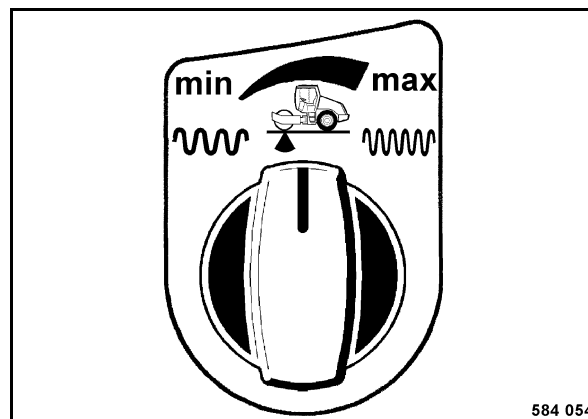

Fig. 72
- Ajustar con el botón giratorio (Fig. 72) la deseada frecuencia.